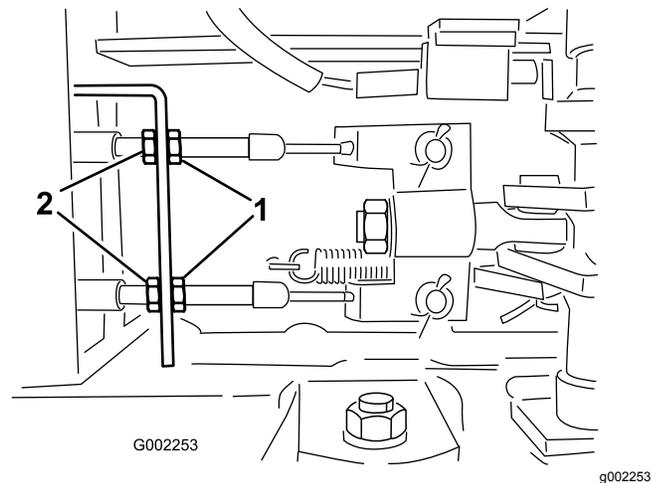

Figura 68
5. Desaperte as porcas dianteiras nos cabos dos travões por baixo da parte dianteira do pulverizador (Figura 68).
6. Aperte as porcas traseiras de forma idêntica até o pedal dos travões se deslocar entre 1 a 2 cm antes de se verificar qualquer resistência (Figura 68).